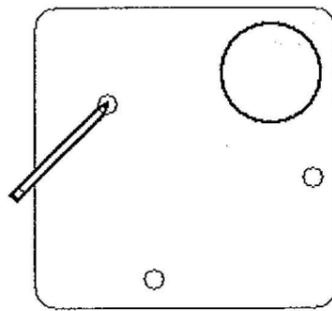
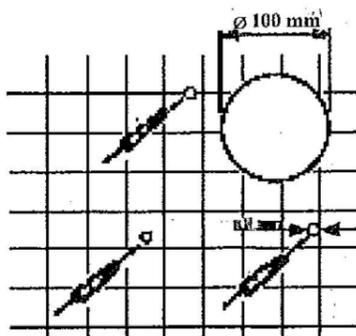

Fig. 1
Fig. 2
1. Avec l'aide du moule/garniture (fig. 1), effectuez les trous et montez dans le mur 3 goujons à expansion o 6 (fig. 2).
1. Bohren Sie mit Hilfe der Schablone/Dichtung (fig. 1) die Loecher und bringen Sie drei Ausdehnungsdübel vom Durchmesser 6 in der Mauer an (fig. 2).
1. Boor de gaten met behulp van de template pakking (fig. 1) en maak 3 60 ankerbouten in de muur vast. (fig. 2).
1. Anbring monteringspladen på det ønskede sted på væg (fig. 1). Afmærk og bor tre huller, der isættes tre rawplugs Ø6 (fig. 2).